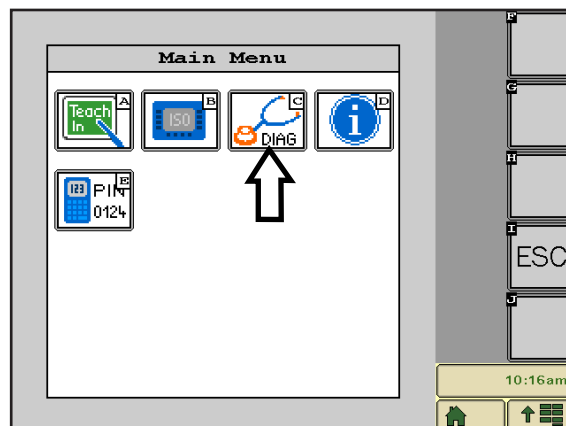

Fig. 19: Consultare diagnosi
Nel menu principale, premere il simbolo di diagnosi (C) (vedere Fig. 19), per aprire il menu di diagnosi.